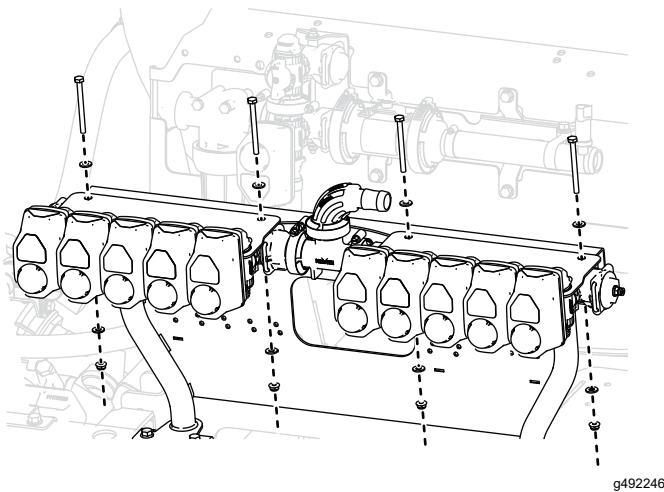

図 45
8. 図 45に示すように、ボルト (1/4 x 3")4本、ワッシャー (5/8")8枚、およびロックナット (1/4")4個を使って、バイパスブラケットとマニホールドアセンブリをバルブマウントに組み付ける。